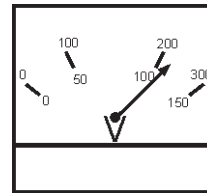

Figure 52. AC Voltmeter
14. The generator’s AC-voltmeter (Figure 52) will display the generator’s output in VOLTS.